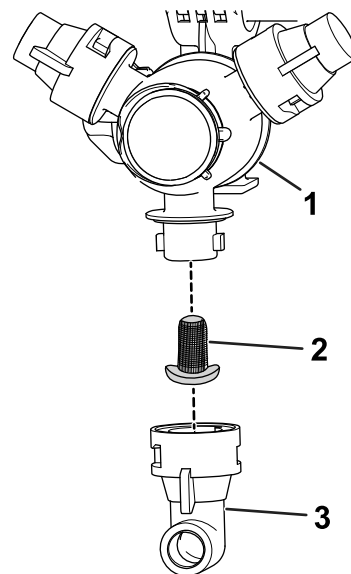

Figura 97
- Îndepărtați duza din turela de pulverizare (Figura 97).
- Îndepărtați filtrul duzei (Figura 97).
- Montați filtrul duzei (Figura 97).
- Montați duza la turela de pulverizare (Figura 97).